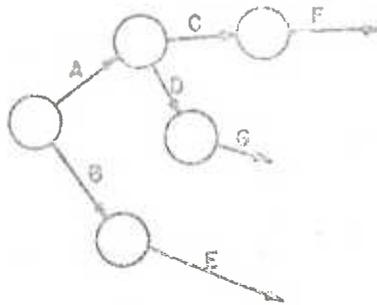

FIGURA 16
e) Reflejando la quinta condición tendremos (figura 16):